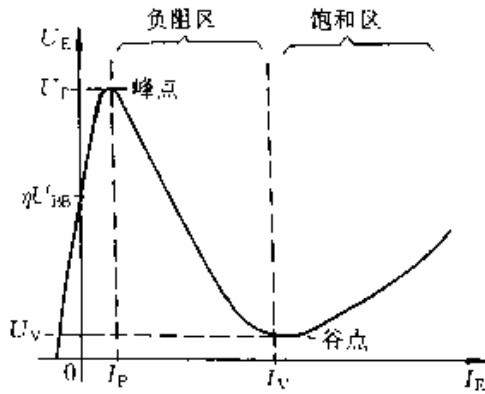
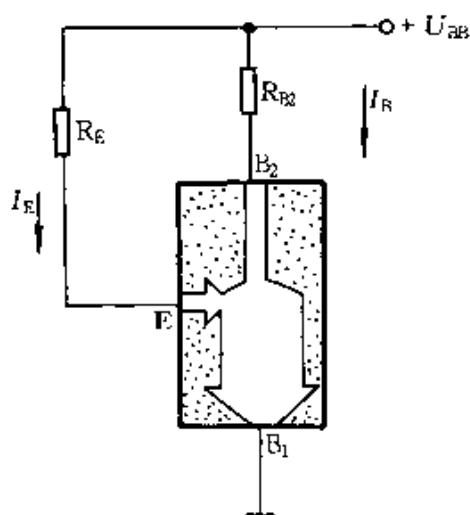

图 2-249
图 2-251
② 峰点电压 U_P , 是指单晶体管刚开始导通时的发射极 E 与第一基极 B_1 间的电压, 其所对应的发射极电流叫做峰点电流 I_P , 见图 2-249。
③ 谷点电压 U_V , 是指单晶体管由负阻区开始进入饱和区时的发射极 E 与第一基极 B_1 间的电压, 其所对应的发射极电流叫做谷点电流 I_V , 如图 2-249 所示。
单结晶体管最重要的特性是具有负阻特性，其基本工作原理如图 2-251 所示（以 N 型基极单结晶体管为例）。当发射极电压 U_E 大于峰点电压 U_T 时，PN 结处于正向偏置，单结晶体管导通。随着发射极电流 I_E 的增加，大量空穴从发射极注入硅晶体，导致发射极与第一基极间的电阻急剧减小，其间的电位也就减小，呈现出负阻特性，见图 2-249 所示特性曲线。